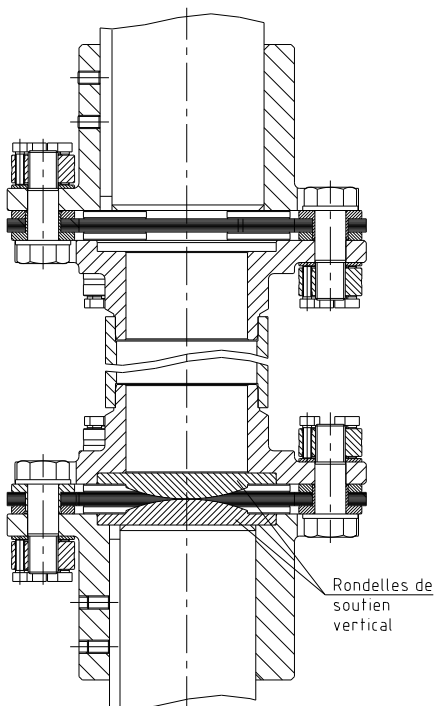

Fig. 24 : Montage vertical (recommandé)
- Monter les brides sur les arbres moteurs et récepteurs. Positionner les moyeux et la rondelle en bas pour les caler à la verticale (voir fig. 24 et 25).
- L'intérieur du moyeu flasqué supérieur et la face de centrage du moyeu inférieur doivent affleurer les faces frontales des arbres (voir fig. 24 et 25).